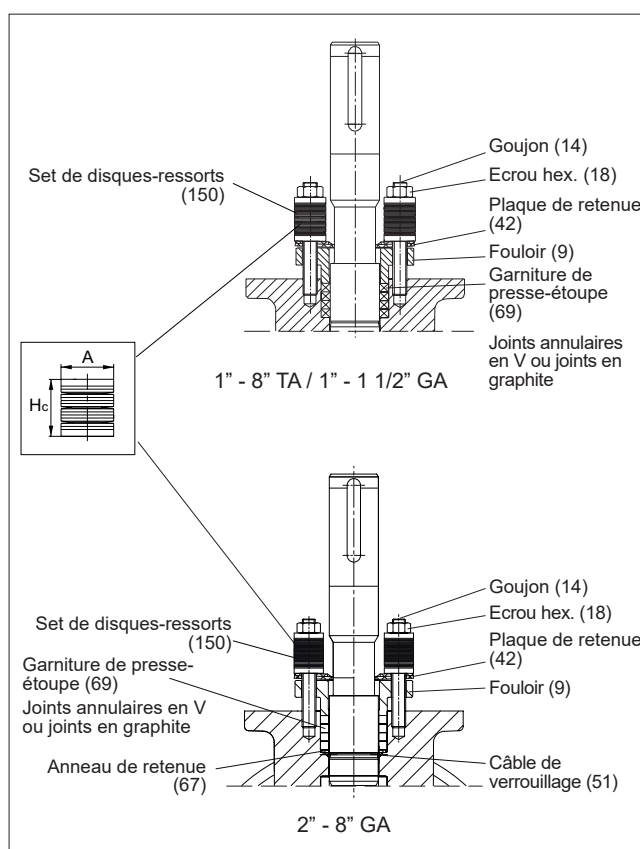

Fig. 17 Joint de presse-étoupe
- Retirer les écrous, remettre en place les fers de retenue (42) (et dans les tailles 2" à 8" le goujon enlevé, et engager les sets de disques-ressorts (150) sur les goujons. Visser les écrous (18) jusqu'à ce que les disques soient comprimés à la hauteur Hc (cf. tableau 1). Verrouiller les écrous avec un frein filet, p. ex. du Loctite 221. Cf. figure 17.
- Vérifier l'étanchéité de la vanne sous pression et augmenter le serrage des écrous (18) si nécessaire.